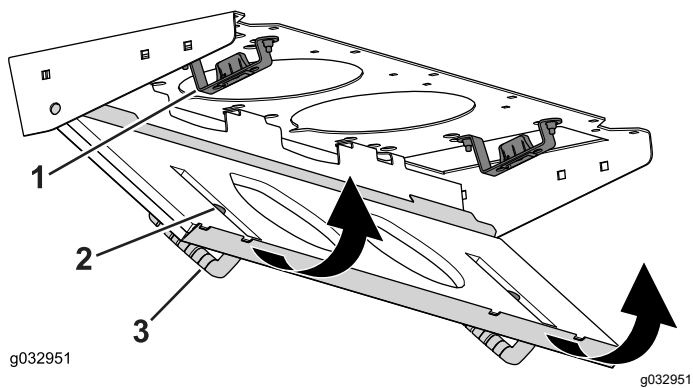

Figura 79
4. Ruotate lo schermo del filtro attorno alle alette fino a quando il fermo non si blocca nel gruppo del supporto del fermo (Figura 79).